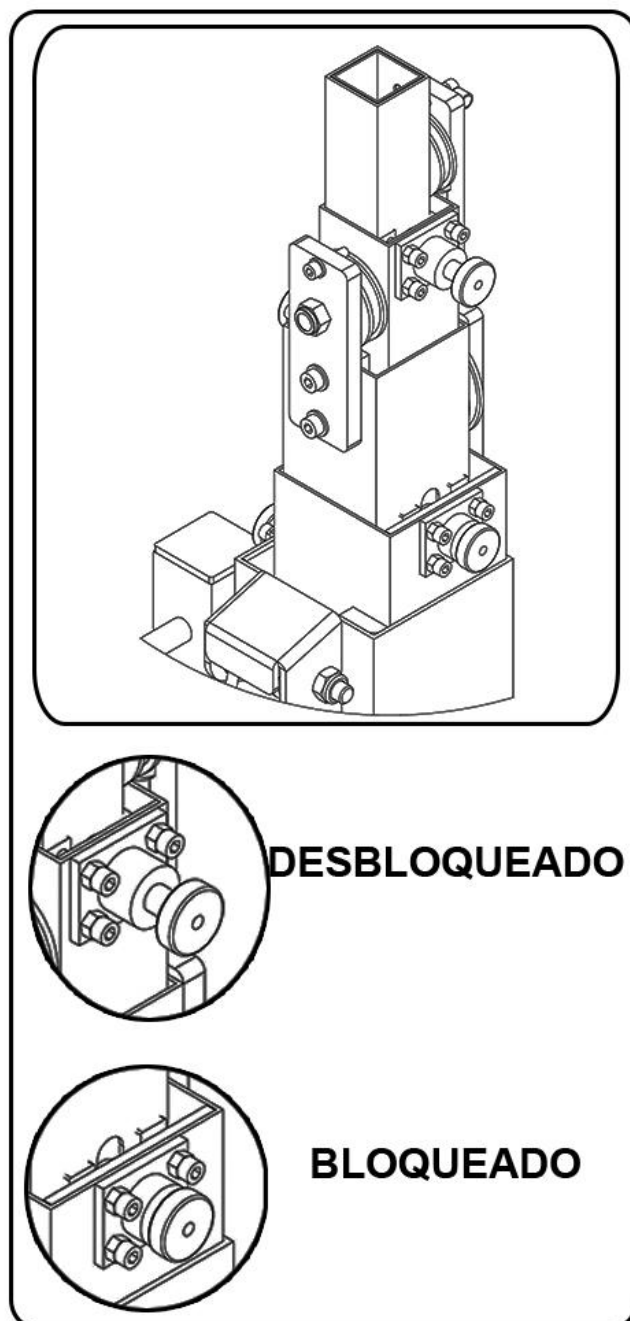

Figura 55
- Ver Figura 55 en esta sección para entender el funcionamiento del sistema de seguridad.